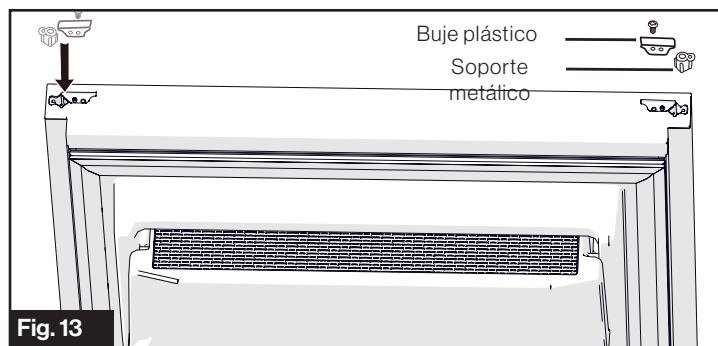

Fig. 13
- Invierta el soporte metálico y el buje plástico de la parte inferior de la puerta del refrigerador. (Fig. 13)